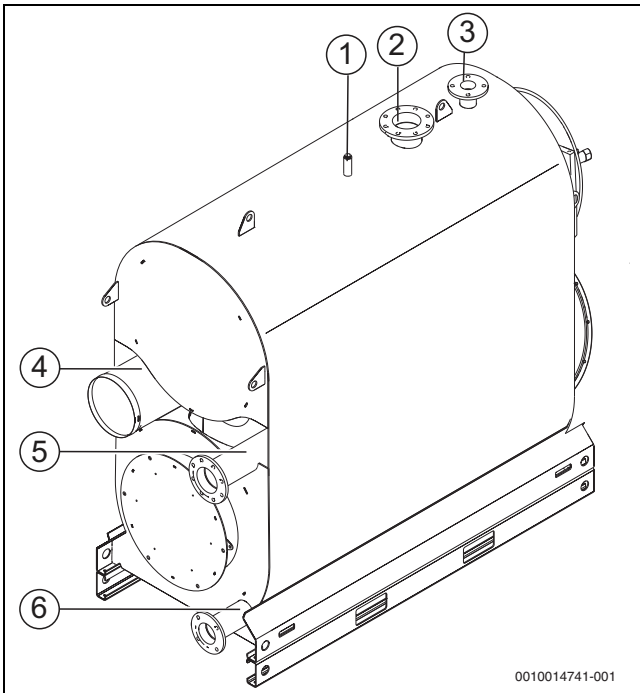

Fig. 12 Racorduri cazan
- ▶ Racordați turul de încălzire la bransamentul de tur [VK] al cazanului (→ fig. 12, [2], pagina 19).
- ▶ Montați supapa de siguranță la racordul țevii de siguranță pentru tur [VSL] (→ fig. 12, pagina 19).